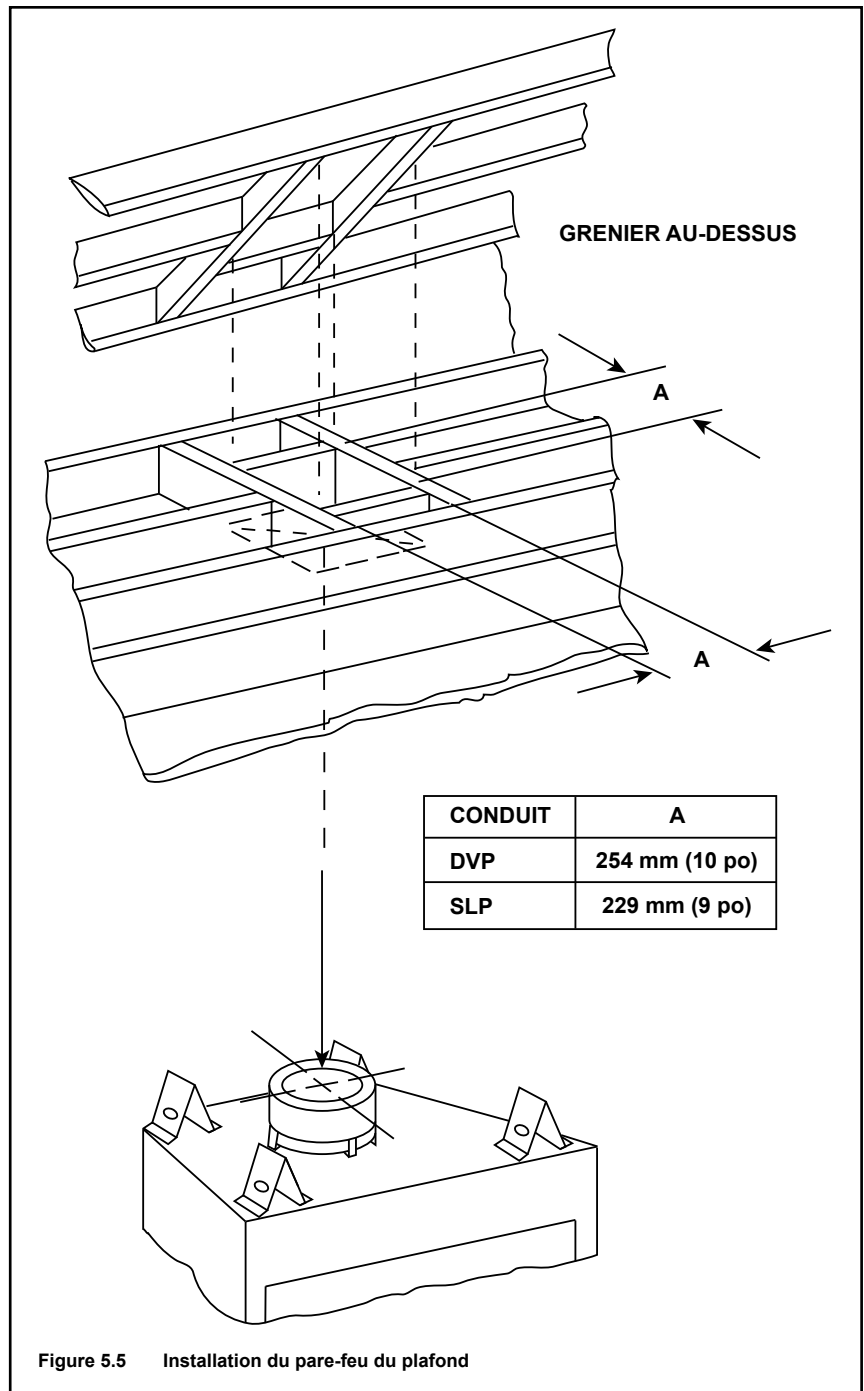

Figure 5.5 Installation du pare-feu du plafond
- **Conduit SLP seulement** – Ouverture du coffrage 229 x 229 mm. (229 x 229 mm) quand le conduit d'évacuation traverse un plancher/plafond (voir la figure 5.5).